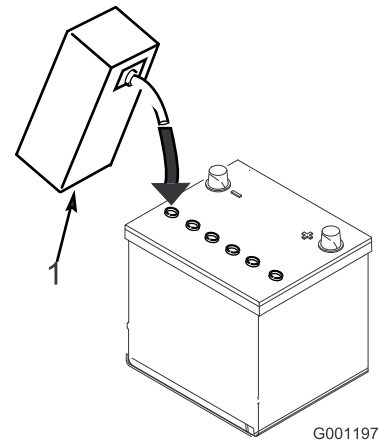

Figure 6
3. Versez de l'électrolyte avec précaution dans chaque élément jusqu'à ce que les plaques soient recouvertes d'environ 6 mm de liquide (Figure 6).
4. Attendez environ 20 à 30 minutes pour que les plaques aient le temps de s'imprégner d'électrolyte. Faites l'appoint au besoin pour que le niveau de liquide monte à 6 mm en dessous du creux de remplissage (Figure 6).